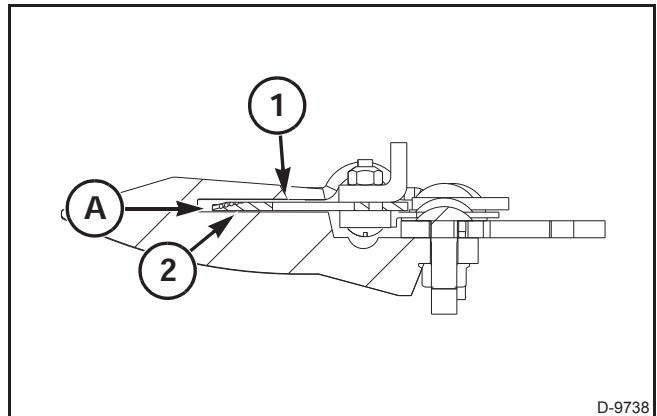

FIG. 43
FIG. 43: Ajuste la holgura entre la sección del cortador (1) y la superficie de la protección (del dedo) (2), en la primera protección. Instale los calces y gire la transmisión del accionamiento para mover el cortador hacia adelante o hacia atrás, según sea necesario, para obtener la holgura correcta (A), de 0,1 a 0,6 mm (0,004 a 0,024 pulg.).